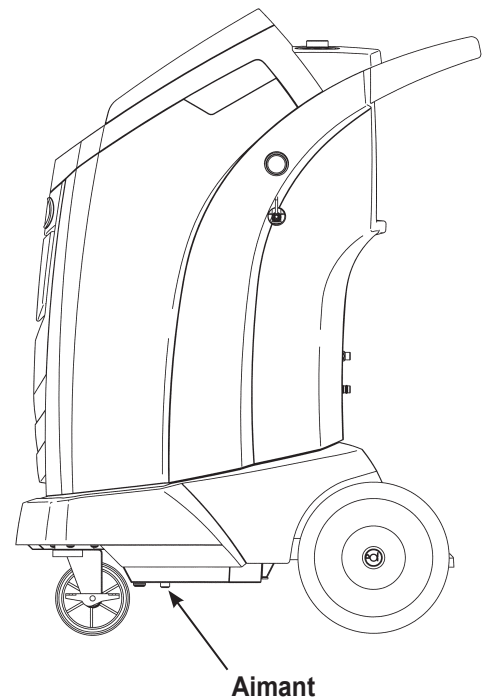

Figure 21
2. Reportez-vous à la Figure 21 et assurez-vous que l'aimant en bas de la machine est propre.